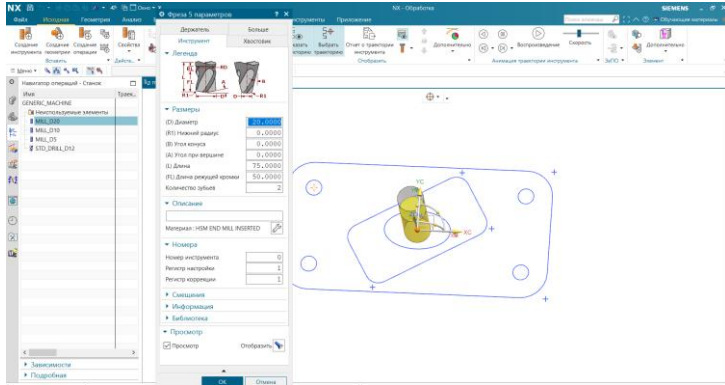

Рисунок 4.3 – Створення інструменту
3. Створіть різний інструмент для внутрішньої обробки трьох контурів та отворів (рис. 4.3).